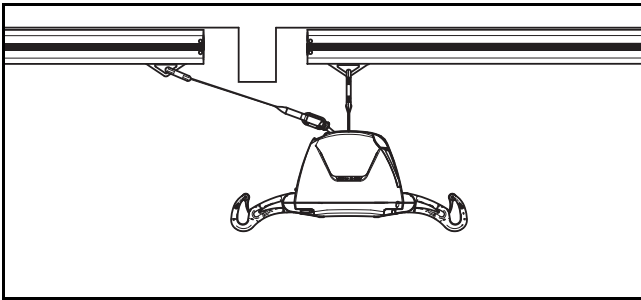

Fig. 19
- 2) Accrocher la sangle de rallonge au deuxième chariot, puis sur la poignée de transfert (voir Fig. 19).